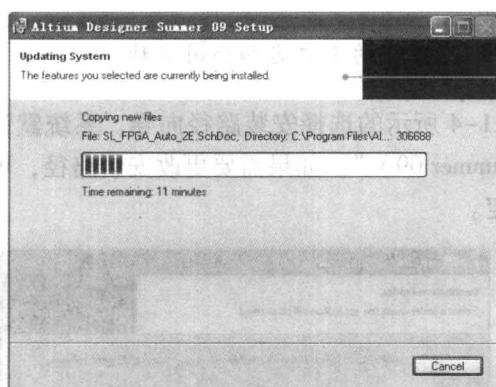

图 1-7 安装 Altium Designer Summer 09
7) 单击 **Next >** 按钮，系统开始安装，如图 1-7 所示，进度条表示了安装过程大体需要的时间。安装完毕，系统弹出如图 1-8 所示的软件安装结束对话框。